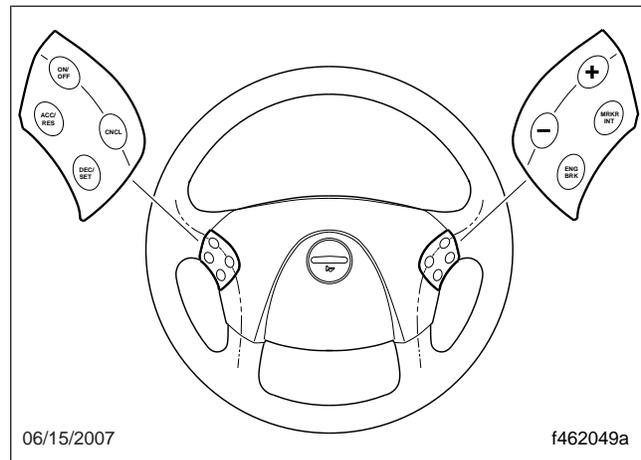

Fig. 13.1, Interrupteurs sur le volant
- L'interrupteur monté sur le volant (ENG BRK), situé dans le module de commande de droite, sert à activer et à désactiver le frein moteur. Voir la figure 13.1.
- Retirez vos pieds des pédales d'embrayage et d'accélérateur. Appuyez sur l'interrupteur monté sur le volant pour activer le frein moteur. Voir la figure 13.1.